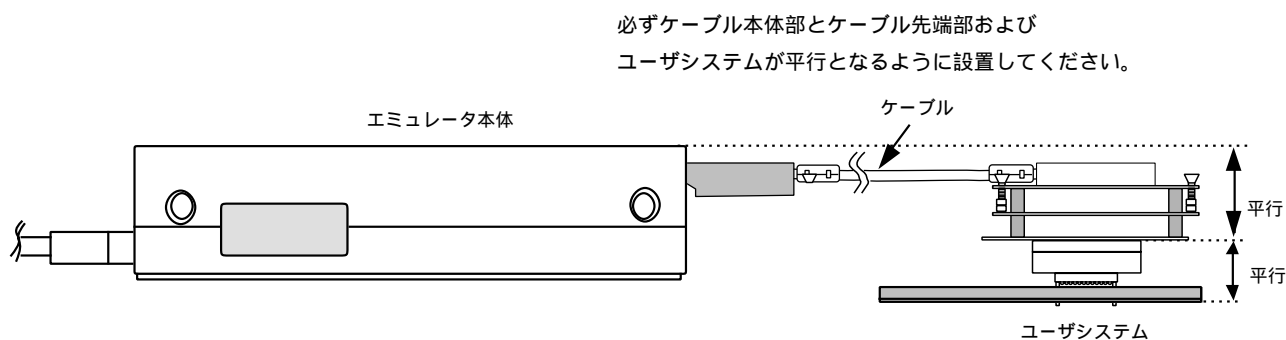

図 13 設置例
5. ユーザシステムに接続した状態では、ユーザシステムインタフェースケーブル、特にケーブル先端部に無理な力が加わらないように注意する必要があります。図13の設置例を参照してご使用ください。